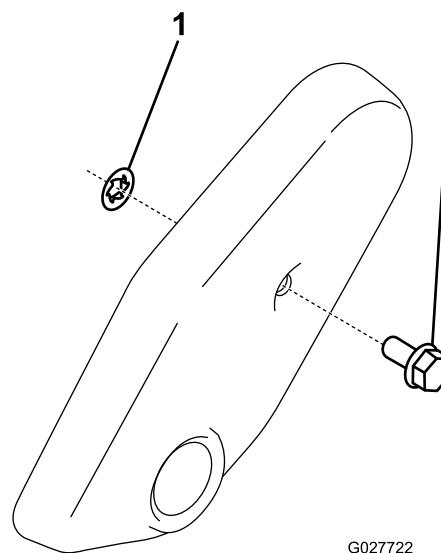

Bild 16
2. Schieben Sie die Steckmutter auf die Schraube der Riemenabdeckung (Bild 16).